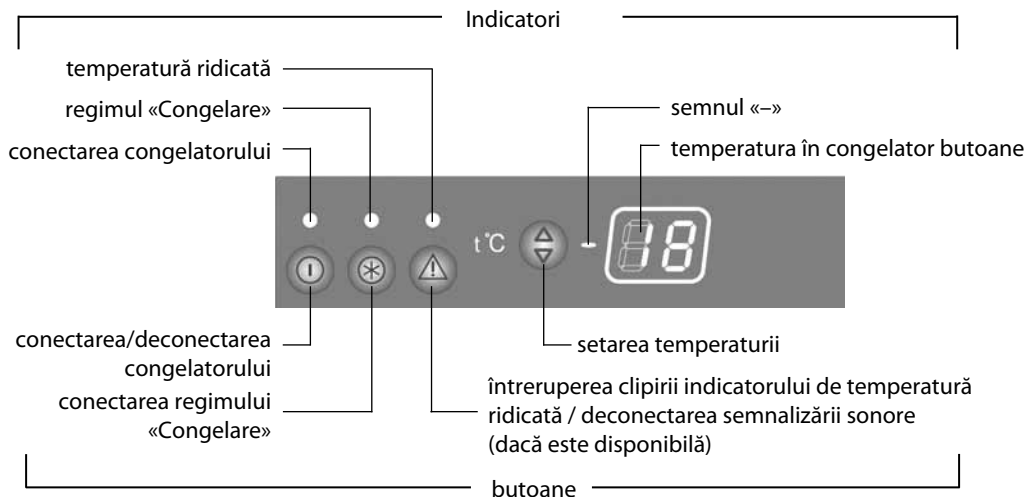

Figura 3 – Dispozitivul de comandă
1.3 În congelator este prevăzut un dispozitiv de comandă, care permite setarea temperaturii în cameră și afișează valoarea ei pe indicator în conformitate cu figura 3.
2.1.1 Controlul funcționării congelatorului se efectuează prin apăsarea butoanelor respective a dispozitivului de comandă în conformitate cu figura 3.
2.1.2 Butoanele de comandă au indicatoare de lumină în conformitate cu figura 3. Indicatorii semnalizează despre conectarea sau deconectarea regimurilor de lucru a congelatorului, iar indicatorul numeric afișează temperatura setată.
2.2.1 Conectarea congelatorului se efectuează prin apăsarea butonului  – se aprinde indicatorul de conectare în conformitate cu figura 3. După conectare începe a clipi indicatorul de temperatură ridicată și «H» pe indicatorul numeric de temperatură. Clipirea indicatorului de temperatură ridicată se deconectează prin apăsarea butonului  – indicatorul începe să lumineze permanent.
2.3.1 Setarea temperaturii se efectuează prin apăsarea butonului  în conformitate cu figura 3. Pe indicatorul numeric de temperatură începe a clipi indicația temperaturii în grade Celsius. La apăsări repetate a butonului  valoarea numerică pe indicator crește până la cea maximală admisibilă, după care are loc enumerarea valorilor începând cu cea minimă.
2.4.1 Pentru a conecta regimul «Congelare» apăsați butonul  în conformitate cu figura 3 – pe indicatorul numeric de temperatură se afișează «SF».